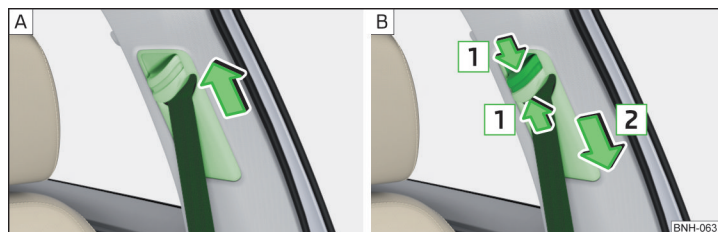

Fig. 21 Ajuste en altura del cinturón para los asientos delanteros
- Desplazar la guía **hacia arriba** en sentido de la flecha » **fig. 21 - [A]**.
- **O bien:** Comprimir el seguro en el sentido de la flecha **[1]** deslizar la guía **hacia abajo** en el sentido de la flecha **[2]** » **fig. 21 - [B]**.